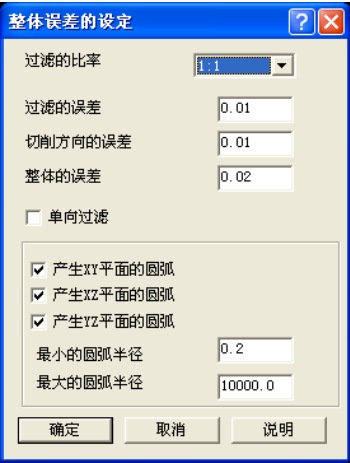
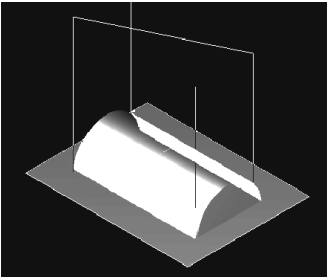

图 1-81 整体误差的设定
图 1-82 陡斜面精加工刀具路径
6) 单击“整体误差”按钮，设定过滤的比率：1:1，设定整体的误差：0.02，单击“确定”退出，如图 1-81 所示。陡斜面精加工刀具路径如图 1-82 所示。将本例保存为“陡斜面.mc9”文件。